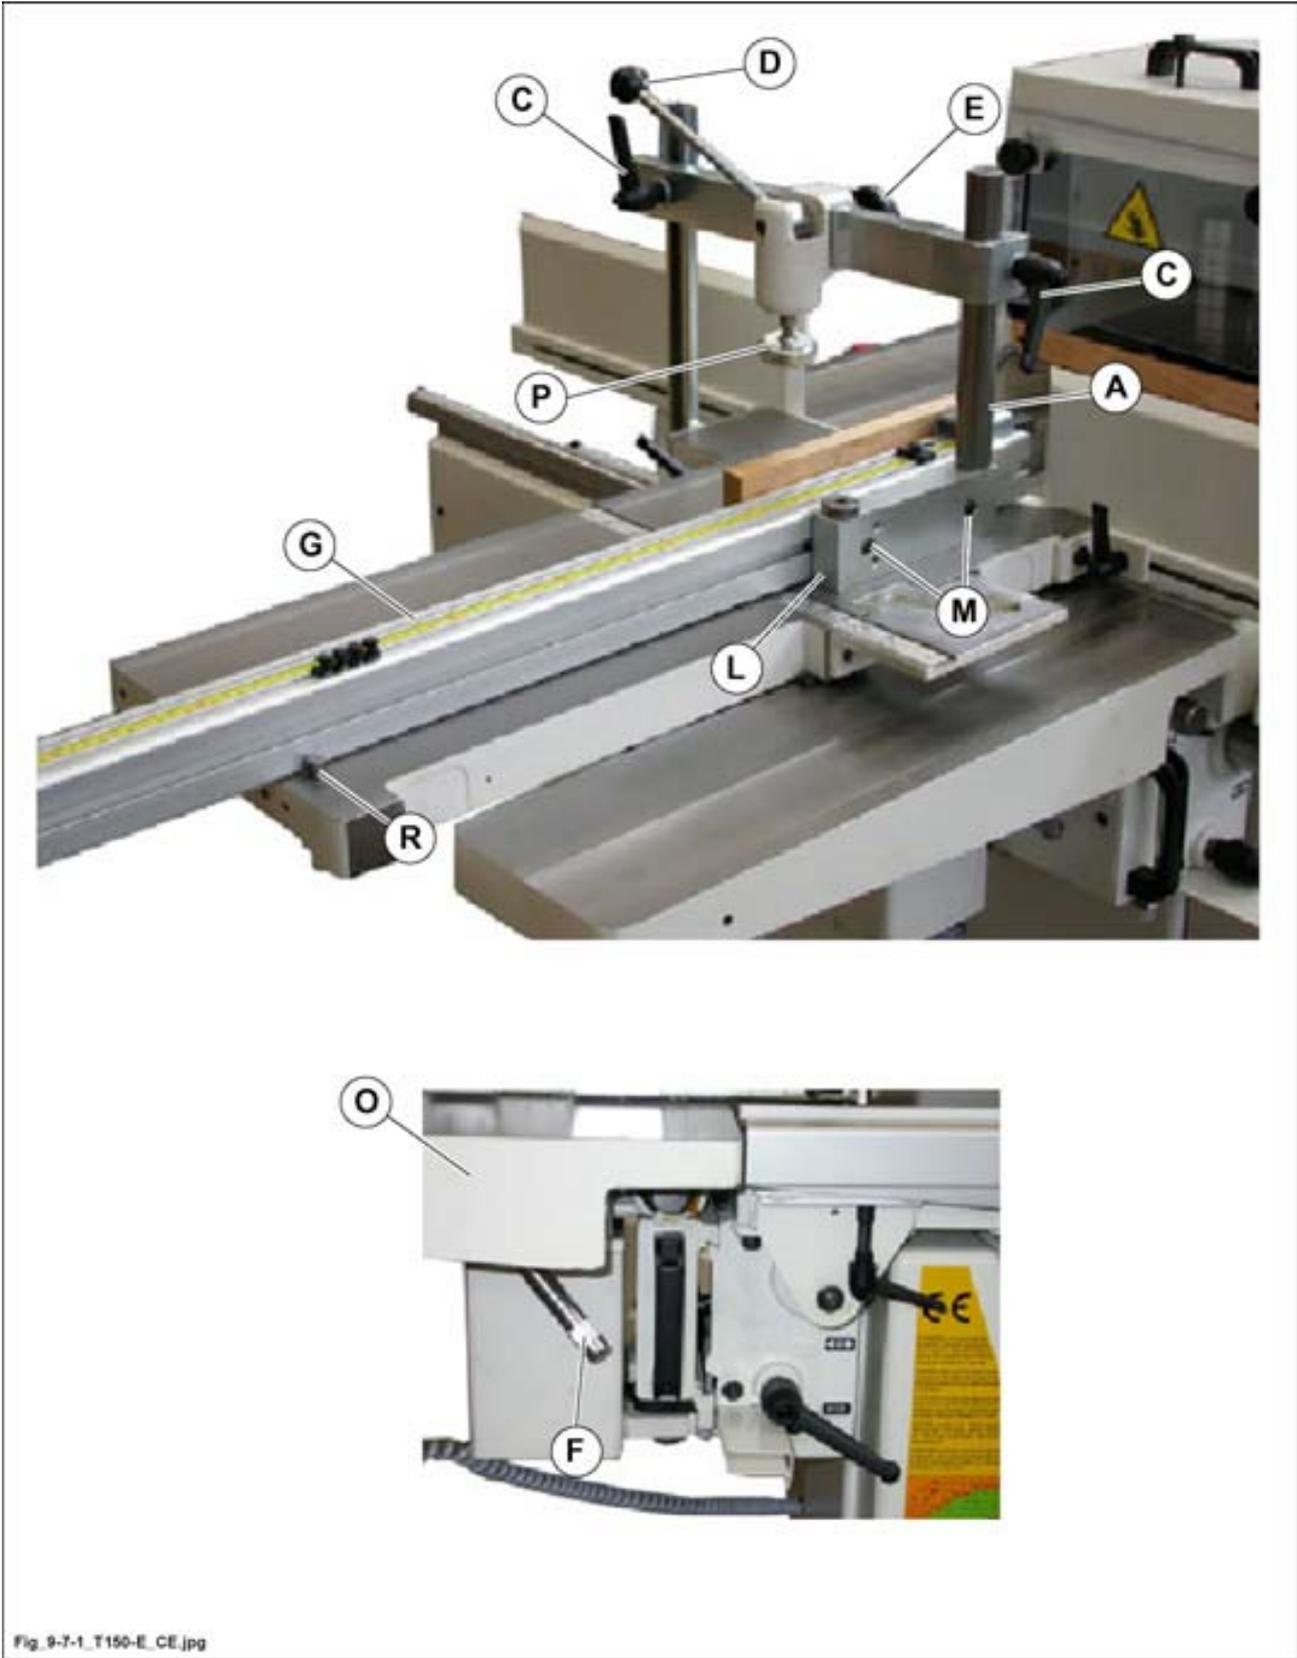

Fig. 9.7-1
- La règle télescopique (G fig. 9.7-1), est unie grâce à un lardon au support (L fig. 9.7-1), ce dernier se fixe à la petite table en vissant le pivot (A fig. 9.7-1) qui sert également de support pour le serre-pièce. La règle (G fig. 9.7-1) est en position correcte pour obtenir des tenons droits lorsqu'elle est en butée contre le pivot (R fig. 9.7-1). Pour faire coulisser la règle desserrer les vis (M fig. 9.7-1).
- Appuyer le bois contre la règle (G fig. 9.7-1), le faire dépasser vers l'outil d'une longueur supérieure par rapport à la profondeur du tenonnage.
- En cas de nécessité d'un réglage complémentaire du bois vers l'outil, faire avancer la table à tenonner (O fig. 9.7-1) après avoir débloqué le levier (F fig. 9.7-1).
- Une fois la position trouvée, bloquer à nouveau le levier (F fig. 9.7-1).
- Bloquer la pièce avec le pied presseur (P fig. 9.7-1).
régler les protections pour bras (Z fig. 9.7-1) comme il a été décrit précédemment.
- Agir sur les poignées (C fig. 9.7-1) pour régler la hauteur
- Agir sur la poignée (E fig. 9.7-1) pour régler la largeur.
- Avec le levier (D fig. 9.7-1) faire descendre le pied (P fig. 9.7-1) pour serrer la pièce à usiner.
pour obtenir un serrage correct de la pièce, le pied (P fig. 9.7-1) doit se trouver à 2mm de la surface de la pièce avant d'abaisser le levier (D fig. 9.7-1).